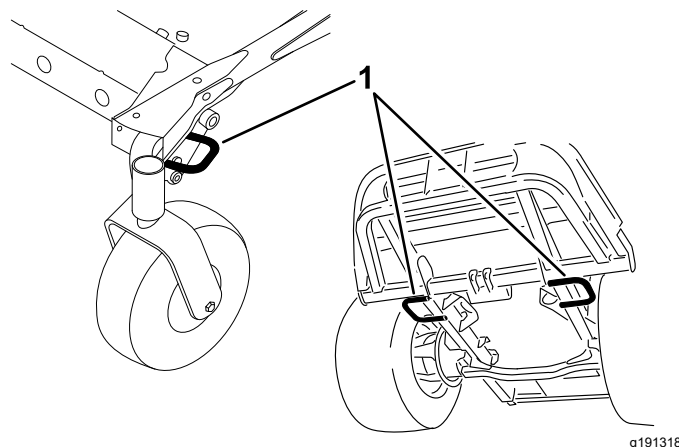

Bild 66
5. Verwenden Sie die Vergurtungsstellen, um die Maschine mit Riemen, Ketten, Kabeln oder Seilen am Anhänger oder Pritschenwagen zu befestigen (Bild 66).